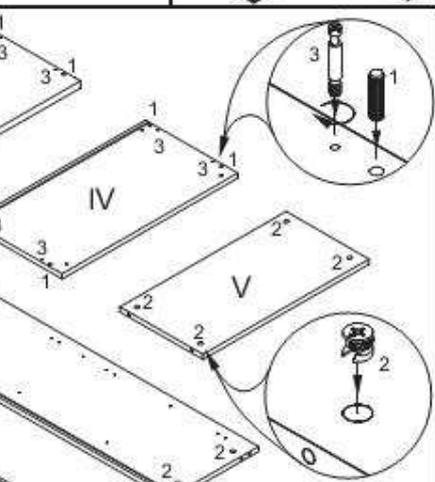

Рис.2
Положить боковины (I), полку верхнюю (III) и полку нижнюю (VI) пазом вверх, (см.рис.2).
Вкрутить дюбеля стяжек-эксцентриков (3), вставить в отверстия шкранты (1) (см. рис. 2). Положить переставные полки (V) отверстиями вверх, (см.рис.2). Вставить стяжки-эксцентрики (2) стрелкой в направлении отверстий на торцах (см.рис.2). Каркас стеллажа рекомендуется собирать на боковине, например как показано на рис.3.
1. Закрепить на боковине стеллажа монтажные планки (5).
2. С помощью саморезов (8) установить петли (6) в гнезда на дверцах (I), (II), (III).
3. В зависимости от того, на какую боковину навешивается дверца (II), досверлить насквозь сверлом  $\phi 5$ мм верхние или нижние глухие отверстия для крепления ручки, обязательно подкладывая при этом фальш-панель или брусочек. С помощью винтов из комплекта ручки закрепить ручку на дверце (I), (II), (III) (рис. 4). В дублирующие отверстия установить заглушки (1) (рис. 2, 3).
5. После установки дверцы (I) в гардероб, при помощи саморезов (9) прикрепить к боковине гардероба ответную планку замка (7) предварительно разметив место установки на боковине напротив замка.
7. После установки дверцы в стеллаж, на переднюю кромку средней полки наклеить 2 амортизатора (3).